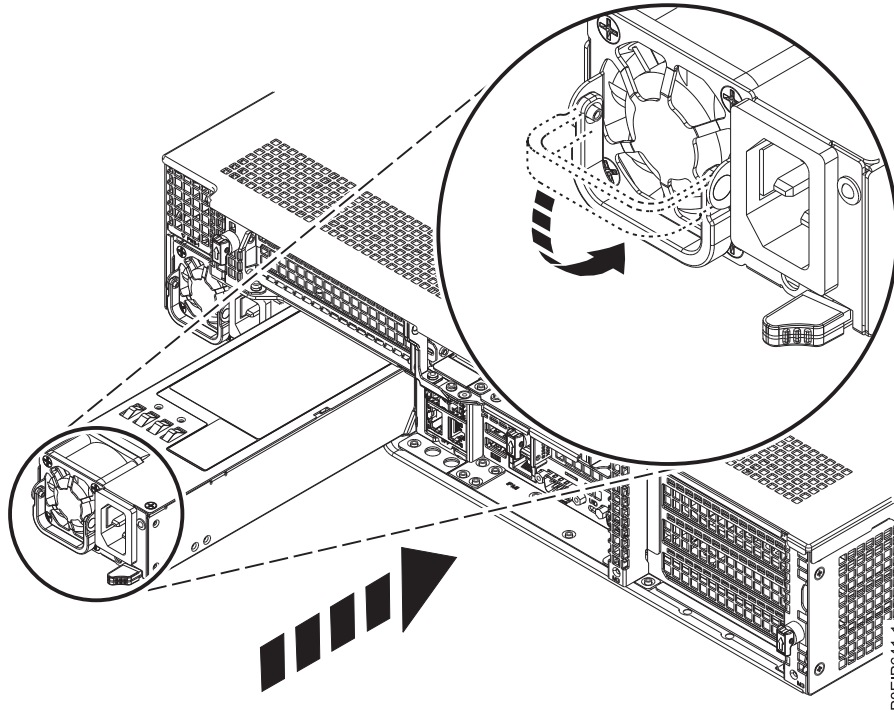

Figura 81. Sustitución de una fuente de alimentación en el sistema
2. Alinee la fuente de alimentación con la bahía, como se muestra en la Figura 81 en la página 85. El ventilador está a la izquierda y el enchufe a la derecha. Deslice la fuente de alimentación en el sistema hasta que el pestillo encaje en su sitio.